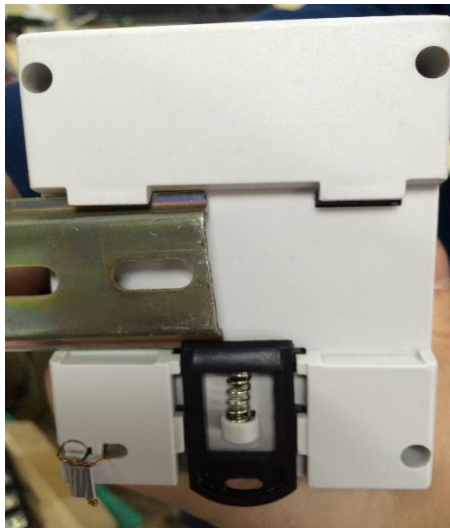
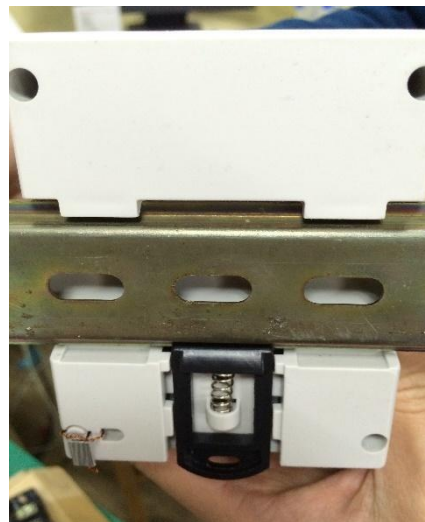

Abb. 3
Abb. 4
- * Setzen Sie das Messgerät gemäß Abb. 3 in die DIN-Schiene ein und drücken dann die Klemme nach oben, bis das Messgerät auf der DIN-Schiene einrastet (siehe Abb. 4):